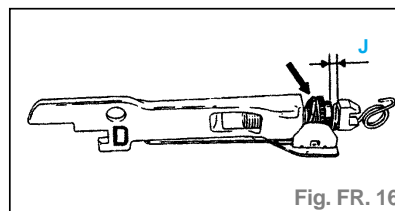

Fig. FR. 16
- Noter le D (droit) dans la fonderie et la position de l'équerre (fig. FR. 16).